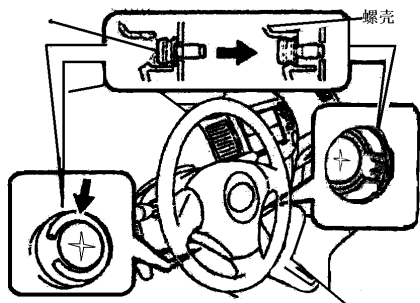

图 2—3
直至螺钉头周边卡在螺钉壳体内，如图2—3所示。
(2) 从转向盘中拉出喇叭按钮总成，如图2—4所示。
(3) 使用螺丝刀，松开安全气囊接头的锁紧部分，拆下安全气囊接头。